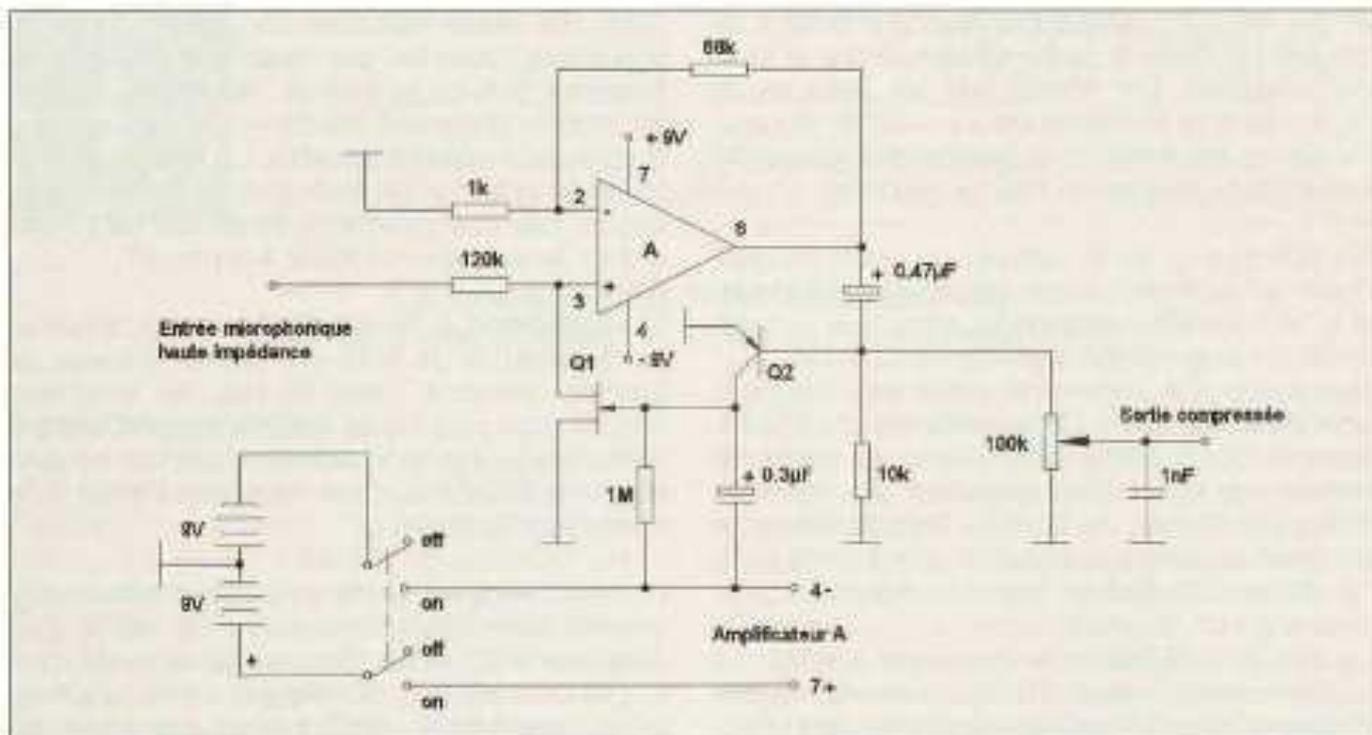

Fig. 1: Compresseur de modulation, A: 741, LF356, CA3140; Q1: 2N5458 Canal N; Q2: BC177 PNP
2.1 Théorie de fonctionnement (Fig. 1):